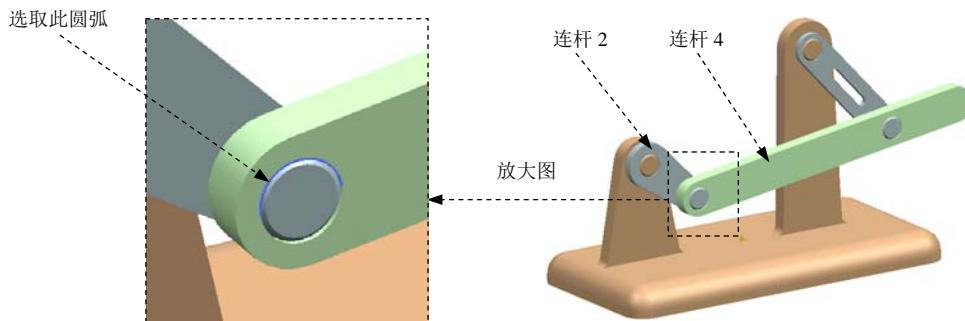

图 2.5.4 定义旋转副
- (1) 选择命令。选择下拉菜单 **插入(S)** → **运动副(I)...** 命令，系统弹出“运动副”对话框。
- (2) 定义运动副类型。在“运动副”对话框 **定义** 选项卡的 **类型** 下拉列表中选择 **旋转副** 选项。
- (3) 定义参考连杆。选取图 2.5.4 所示的连杆 4 为参考连杆。
- (4) 定义旋转轴原点。在“运动副”对话框 **操作** 区域的 **指定原点** 下拉列表中选取“圆弧中心” **○** 选项，在模型中选取图 2.5.4 所示的圆弧为原点参考。
- (5) 定义旋转轴矢量。在 **操作** 区域的 **方位类型** 下拉列表中选择 **矢量** 选项，在 **指定矢量** 下拉列表中选择 **zc** 为矢量。
- ① 在“运动副”对话框**基本**区域中选中 **啮合连杆** 复选框。
- ② 单击**基本**区域中的 \***选择连杆 (0)** 按钮, 选取图 2.5.4 所示的连杆 2 为啮合连杆。
- ③ 在**基本**区域的 **指定原点** 下拉列表中选取“圆弧中心” 选项, 在模型中选取图 2.5.4 所示的圆弧为原点参考。
- ④ 在**基本**区域的**方位类型** 下拉列表中选择**矢量**选项, 在**指定矢量**下拉列表中选择 **zc↑** 为矢量。
(7) 定义运动副名称。在**名称**文本框中采用默认的运动副名称“J004”。
(8) 单击**确定**按钮, 完成旋转副的创建。